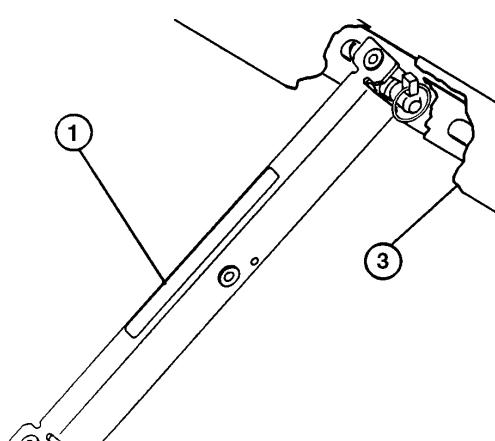

Fig. 11
- Spingere il supporto del pianale sull'asta del cilindro, verificando che le alette terminali del supporto poggiino sull'estremità della canna del cilindro e sull'estremità dell'asta del cilindro (Fig. 11).